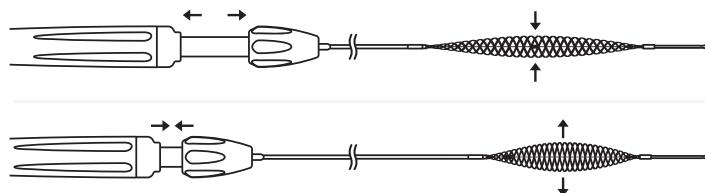

Figura 2 - Acionamento do manípulo
- Para verificar se o Cascade funciona corretamente, acione o manípulo e verifique se o diâmetro correspondente muda na rede trançada (consulte a figura 2).